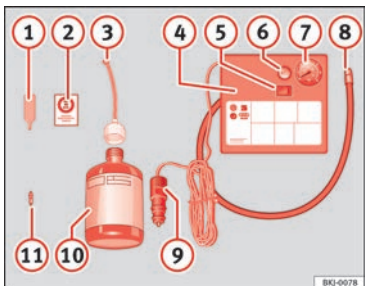

Abb. 73 Prinzipdarstellung: Bestandteile des Pannensets
- Ventilkappe und Ventileinsatz vom Reifenventil abschrauben. Verwenden Sie den Ventileinsatzdreher » **Abb. 73 ①** zum Heraus-schrauben des Ventileinsatzes. Legen Sie den Ventileinsatz auf einem sauberen Untergrund ab.
- Reifendichtmittelflasche kräftig schütteln » **Abb. 73 ⑩**.
- Schrauben Sie den Einfüllschlauch » **Abb. 73 ③** auf die Dichtmittelflasche. Die Folie am Verschluss wird automatisch durchstoßen.
- Verschlussstopfen vom Einfüllschlauch » **Abb. 73 ③** entfernen und das offene Ende ganz auf das Reifenventil stecken.
- Ventileinsatz mit dem Ventileinsatzdreher » **Abb. 73 ①** wieder in das Reifenventil schrauben.
- Reifenfüllschlauch » **Abb. 73 ⑧** des Luftkompressors fest auf das Reifenventil schrauben.
- Prüfen, ob die Luftablassschraube » **Abb. 73 ⑥** zuge dreht ist.
- Stecker » **Abb. 73 ⑨** in die 12 Volt-Steckdose des Fahrzeugs stecken » **Seite 164**.
- Luftkompressor mit dem EIN- und AUS-Schalter » **Abb. 73 ⑤** einschalten.